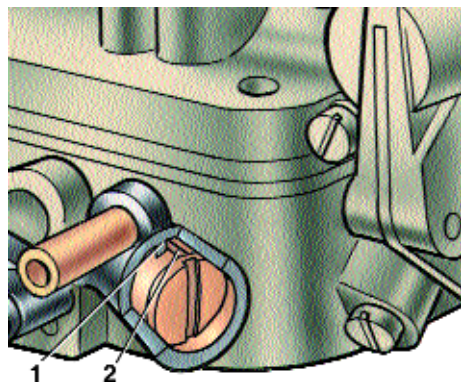

Рис. 2–26. Установка ограничительной втулки на регулировочный винт: 1 – упор в отверстие; 2 – упор на ограничительной втулке
Полную регулировку системы холостого хода с контролем токсичности отработавших газов осуществляют винтами количества смеси и качества смеси, находящимися под ограничительными втулками 1 и 2 (см. рис. 2–25) в такой последовательности:
Рис. 2–27. Регулировка уровня топлива в поплавковой камере карбюратора: 1 – крышка карбюратора; 2 – седло игельчатого клапана; 3 – упор; 4 – игельчатый клапан; 5 – шарик игельчатого клапана; 6 – оттяжная вилка игельчатого клапана; 7 – язычок рычага поплавка; 8 – поплавок; 9 – прокладка крышки карбюратора
5. Установить ограничительные втулки на винты количества и качества смеси, как показано на рис. 2–26.
снять крышку 1 карбюратора (рис. 2–27) и убедиться в том, что поплавок 8 не имеет вмятин и пробоин, свободно качается на оси, а его масса вместе с массой рычага равна (12±1) г;